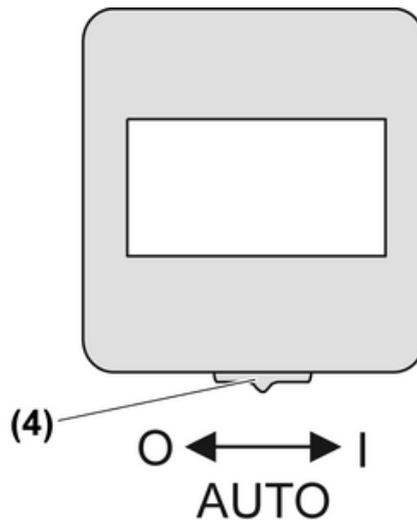

Figura 3: Interruttore modalità di funzionamento
L'interruttore modalità di funzionamento (4) sul rilevatore di movimento consente di impostare tre modalità di funzionamento (figura 3).